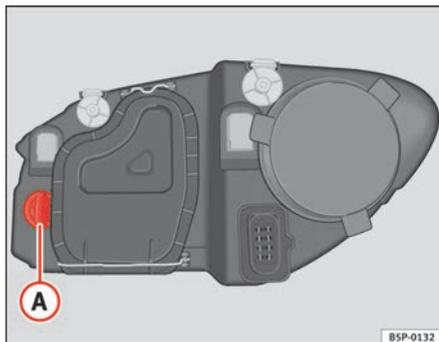

Fig. 183 Lâmpada das luzes intermitentes
- Rodar o porta-lâmpadas ⇒ fig. 183 **A** para a esquerda e puxar.